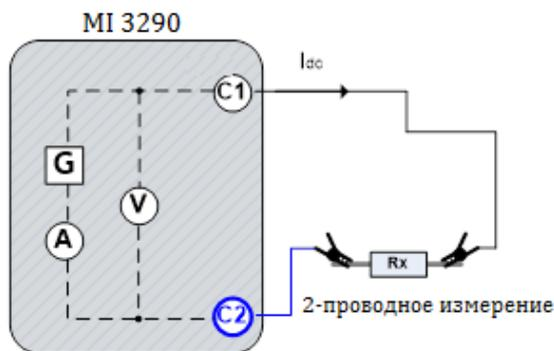

Рисунок 11.47: Пример измерения сопротивления проводников
**Предел (R)** Предел (R), устанавливается в интервале: Откл.; 0,1 – 40 Ом.
- Соберите схему согласно рис. 11.47.